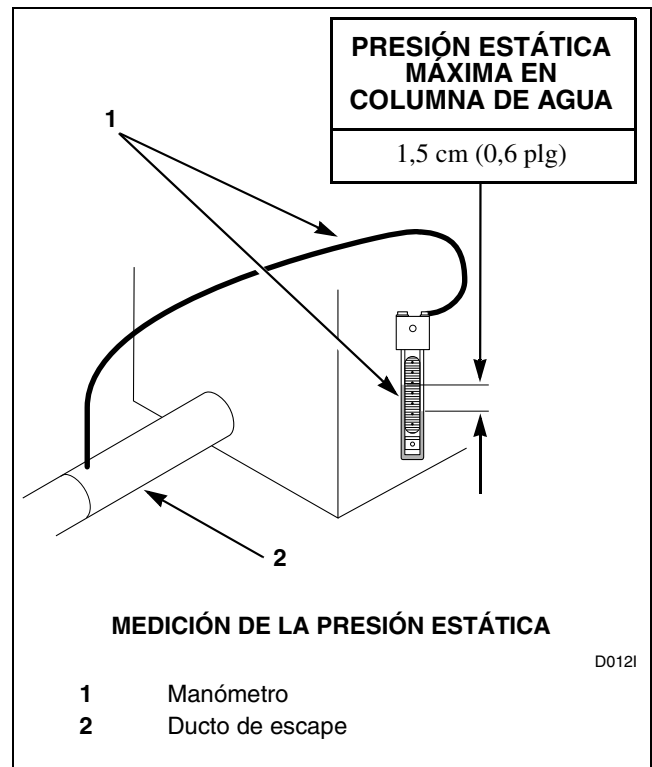

Figura 45
La presión estática del ducto de escape de la secadora no debe ser mayor a la que se indica en la *Figura 45*. (Revise la presión con la secadora funcionando sin carga de ropa).
**NOTA: La presión puede medirse colocando un manómetro en el ducto de escape a aproximadamente 61 cm (2 pies) de la secadora. Consulte la *Figura 45*.**